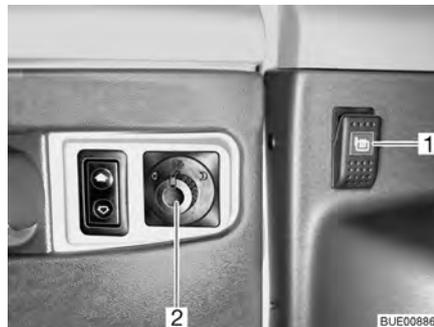
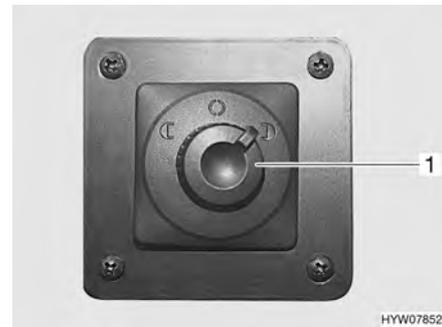

Fig. 21 Interruttore regolazione degli specchietti esterni e riscaldamento degli specchietti esterni
Fig. 22 Interruttore regolazione degli specchietti esterni
- Selezionare lo specchietto esterno da impostare. A tal fine premere l'interruttore girevole (Fig. 21,2 o Fig. 22,1) verso sinistra oppure verso destra.
- Premere l'interruttore (Fig. 21,2 o Fig. 22,1) nella direzione desiderata.
- Premere l'interruttore (Fig. 21,1) sul cruscotto. La spia di controllo nell'interruttore indica il funzionamento.